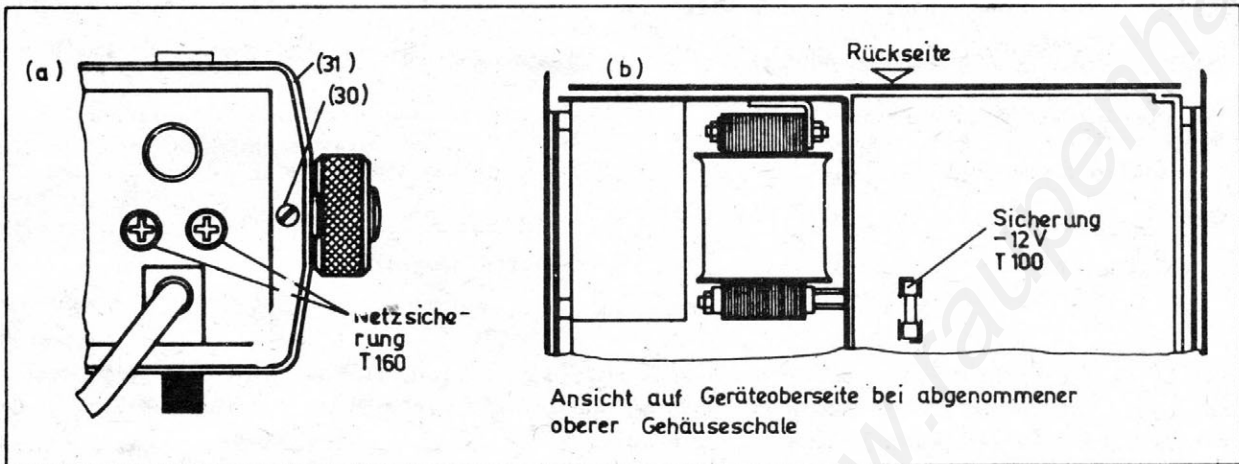

Bild 19 Lage der Netzsicherung (a) und der -12V-Sicherung (b)
Die Sicherung für -12 V ist nach Abnahme der oberen Gehäuseschale zugänglich (Bild 19). Hierzu sind die beiden Schrauben (30) zu lösen und der Plastrahmen an der Rückseite des Gerätes gleichmäßig und ohne zu verkanten abzuziehen. Ein einseitiges Abziehen oder Verkanten des Rahmens kann zu dessen Beschädigung führen. Danach kann die obere Gehäuseschale abgenommen werden.